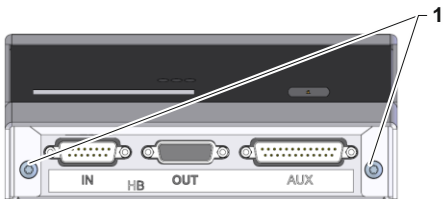

Fig. 6: Façade de l'unité d'analyse
- Placer les vis (marquage 1 → Fig. 6).